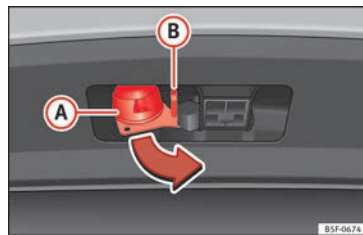

Fig. 234 Girare il connettore a 13 poli
» **fig. 234.**
- » **fig. 234.**
L'occhiello di sicurezza **B** » **fig. 234** serve per agganciare il cavo di fissaggio del rimorchio.